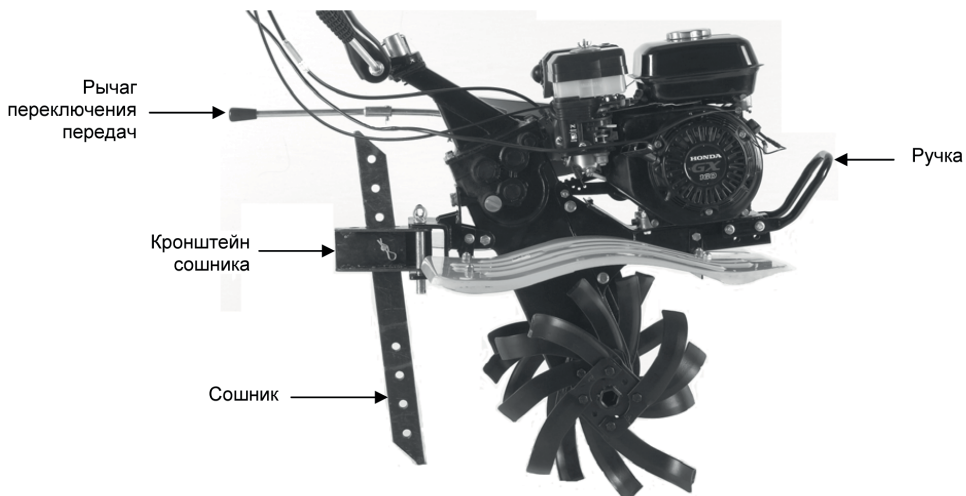

Рис. 4
3. Установите на мотоблок кронштейн сошника и сошник (Рис. 4).
4. Установите переднюю ручку с помощью 4 болтов и гаек (Рис. 4).
5. Установите рычаг переключения передач (Рис. 4).